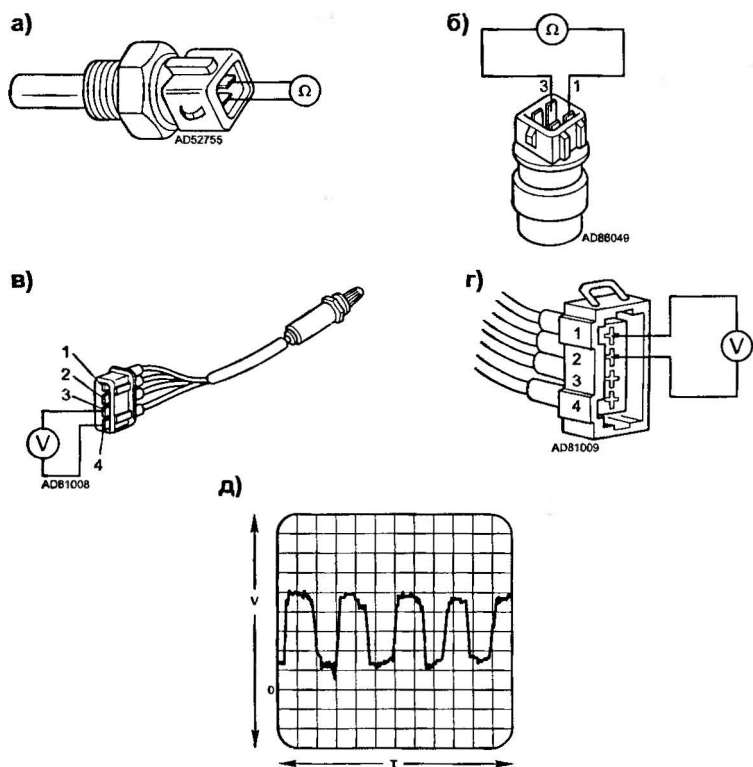

Рис. 2.3.8. Проверка датчиков двигателя
- смоделировать изменение температуры датчика и проверить изменение сопротивления в (см. рис. 2.3.8а для двигателя AAU, рис. 2.3.8б — для остальных двигателей и табл. 2.3.3).
Отключить разъем λ -зонда и во время прокрутки двигателя стартером измерить напряжение на контактах 1 и 2 (рис. 2.3.8г), его величина должна быть около 12 В, если нет — проверить соответствующие соединения, предохранитель F18 и реле топливного насоса.
(см. рис. 2.3.8г, д). Измерения провести на холостых и средних (около 3000 об/мин) оборотах, полностью прогретого двигателя. Обратить внимание на скорость переключения выходного уровня датчика, критическим считается длительность фронта более 300 мс.